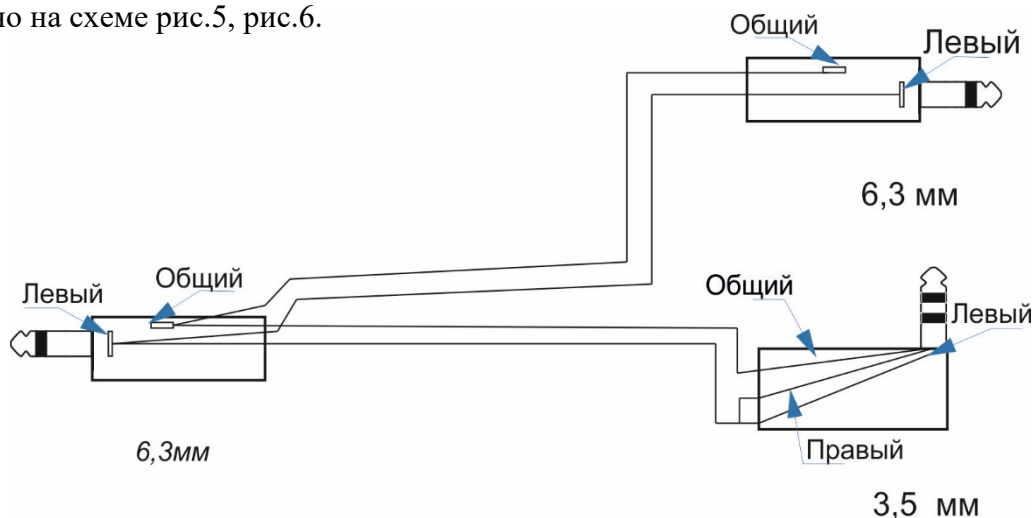
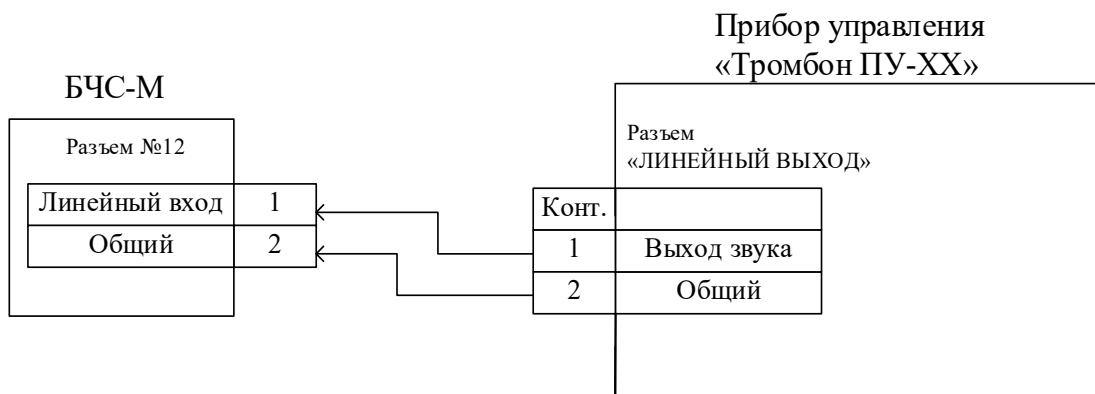

Рис. 5. Схема разводки аудио кабеля для связи «Тромбон – БЧС-М» с прибором управления «Тромбон ПУ-XX».
Рис. 6. Схема подключения аудио кабеля для связи «Тромбон – БЧС-М» с прибором управления «Тромбон – ПУ-XX».
- Подключить аудио кабель в линейный выход «Тромбон ПУ-XX» (6,3 мм), а в БЧС-М (3,5 мм) в линейный вход. Для связи использовать штатный кабель «Jack 6,3мм – Jack 3,5мм - Jack 6,3мм», как изображено на схеме рис.5, рис.6.